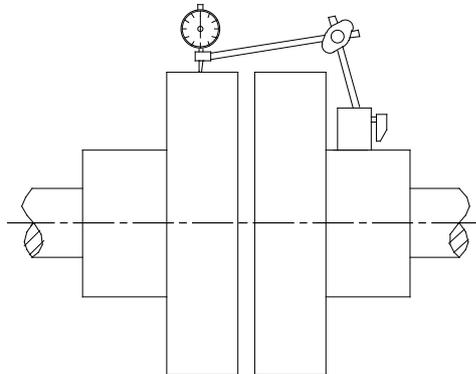

Figure 4.3 Alignement et calibrage de l'ensemble de pompage
5. Vérifier l'alignement de la pompe et du moteur. Aligner l'ensemble avec un niveau si nécessaire (voir figure 4.3).